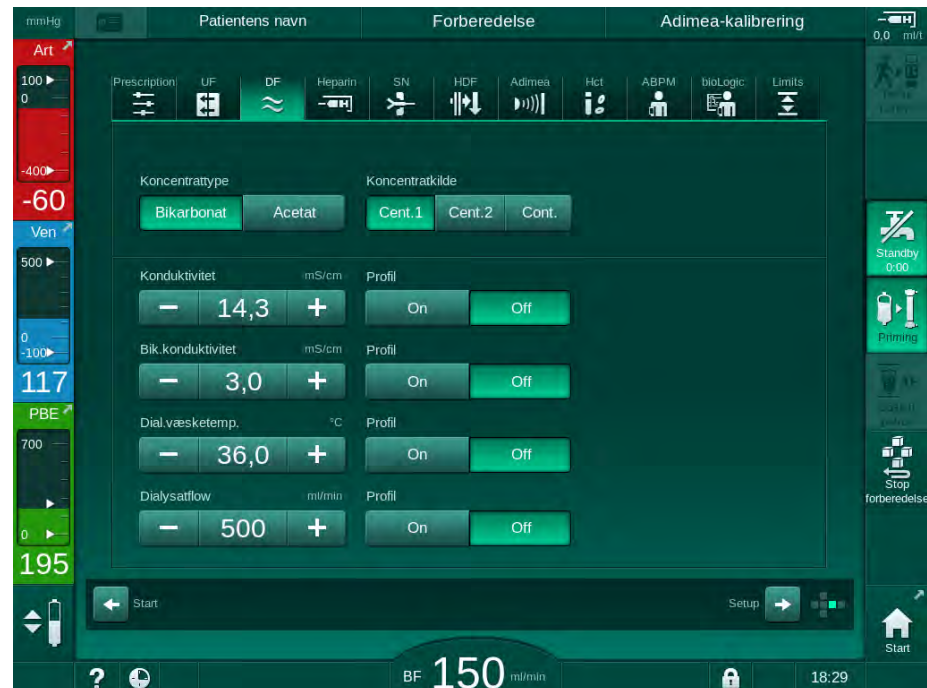

Fig. 5-17 DF-parametre på skærmen *Input*
1. Vælg *Profil*, *TIL* for den respektive parameter på skærmen DF (Fig. 5-17 DF-parametre på skærmen Input (112)).